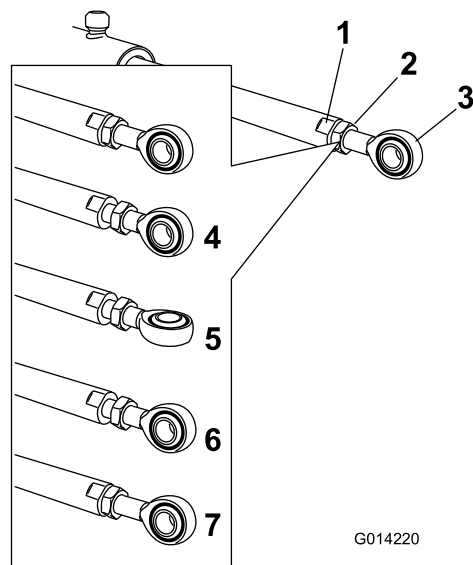

Figura 75
5. Utilizzate una chiave sui lati piatti dell'asta dell'attuatore per fermarla e allentate quindi il controdado per manipolare l'asta dell'occhiello (Figura 75).
6. Girate l'asta dell'occhiello nell'asta dell'attuatore per accorciare o allungare l'attuatore esteso nella posizione desiderata (Figura 75).